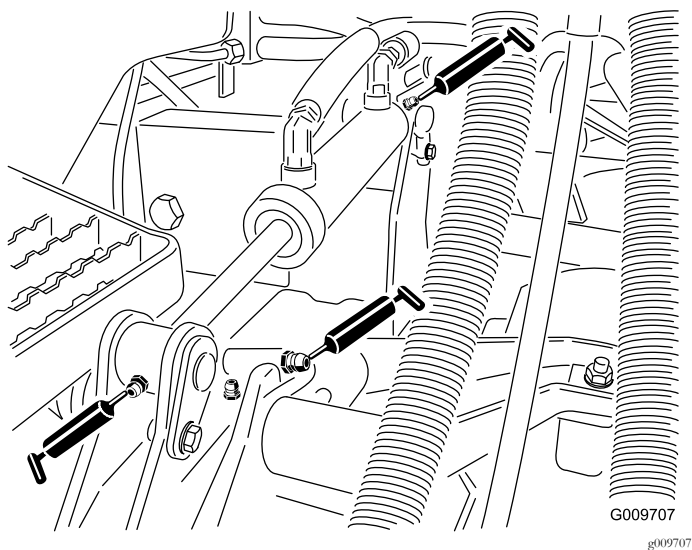

図 35
- 図 35に示す、昇降アームのブッシュデッキ1台に1ヶ所
- 図 35 に示す、昇降シリンダのブッシュデッキ台に 2 ケ所